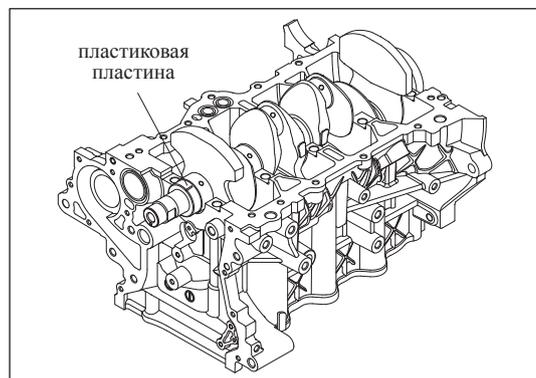

Рис. 13-3-9. Установка пластиковой пластины
- ③ Отрезать пластиковые пластины по ширине втулок, и положить их на шейки коленчатого вала параллельно центральной оси вала, как изображено на Рис. 13-3-9.